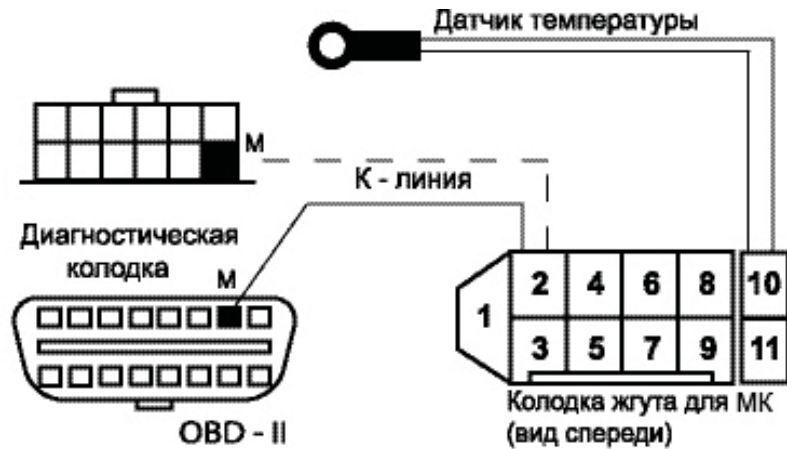

Рис. 1. Подключение МК.
4.2. Извлечь и отключить штатные часы. Пропустить провод К-линии к диагностической колодке, которая находится под рулевой колонкой с правой стороны, и подсоединить его к гнезду "M" (см. Рис. 1), с одной стороны, и к резервному контакту №2 колодки для МК, с другой.